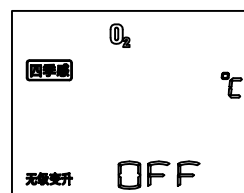

图30
1. 四季感模式（如图30）：根据进水温度，系统自动调节设置温度，使用户时刻能获得最舒适的热热水供应。